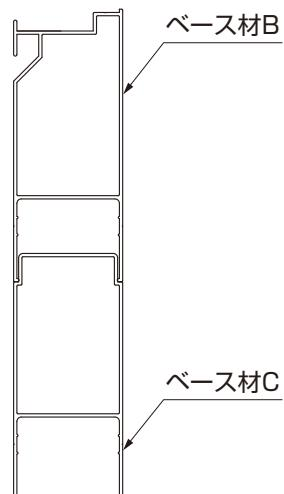

図2-9
- ベース材には種類があります。(図2-8、図2-9、図2-10参照)